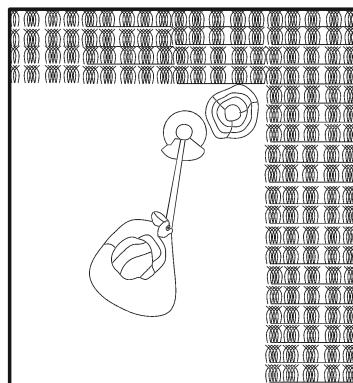

Fig. 37
3. Preste especial atenção ao executar trabalhos perto de árvores e arbustos. A cabeça de corte pode danificar cascas de árvores sensíveis e danificar os postes de vedações (Fig. 37).